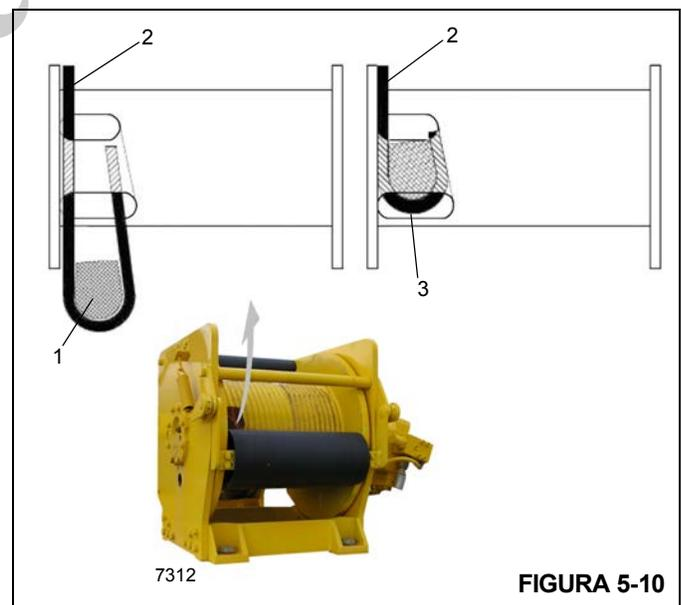

FIGURA 5-10
3. Inserte el cable a través de la ranura y colóquelo alrededor de la cuña de anclaje (1) (Figura 5-10).